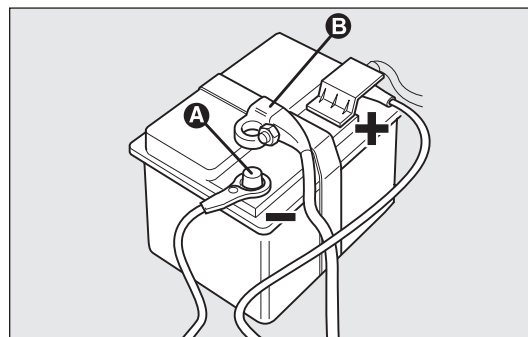

рис. 190
КОМПЛЕКТАЦИИ БЕЗ СИСТЕМЫ Start&Stop рис. 190
- отсоедините клемму В – рис. 190 от минусового вывода А аккумуляторной батареи;